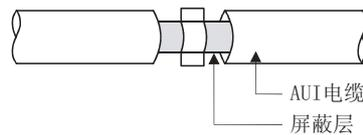

图 9.5 AUI 电缆接地
- 始终通过将 AUI 电缆 \*1 连接到 10BASE5 连接器，来对其进行接地。因为 AUI 电缆是屏蔽类型的，所以按照下图 9.5 所示，剥掉一部分外壳，将暴露的屏蔽部分以尽可能大的接触面接地。